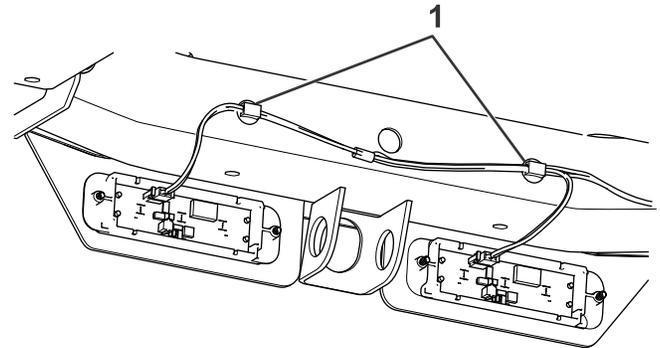

Figura 7
4. Ligue a cablagem à parte de trás das luzes e prenda a cablagem à calha da estrutura frontal utilizando os cliques de cablagem (Figura 7).